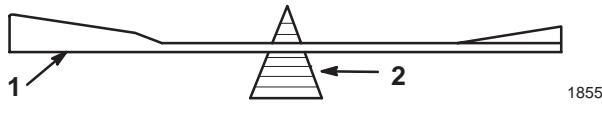

Figure 37
2. Vérifiez l'équilibre de la lame en la plaçant sur un équilibrage (Fig. 37). Si la lame reste horizontale, elle est équilibrée et peut être utilisée. Si la lame est déséquilibrée, limez un peu le dos de la lame. Vérifiez de nouveau et répétez la procédure jusqu'à ce que la lame soit équilibrée.